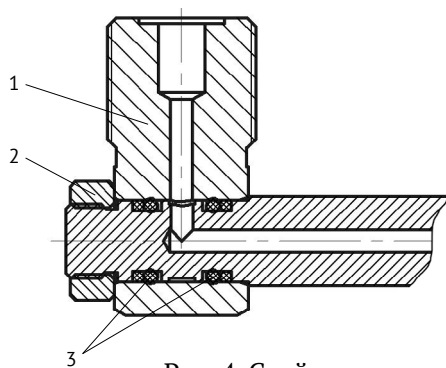

Рис. 4. Стойка
6.8 *Стойка 1* (Рис. 4) имеет возможность поворачиваться относительно оси трубки рампы. Необходимое положение стойки фиксируется *гайкой 2*.
| Подтекание из-под стойки | Повреждено уплотнение стойки | Заменить уплотнение 3 (Рис. 4) |